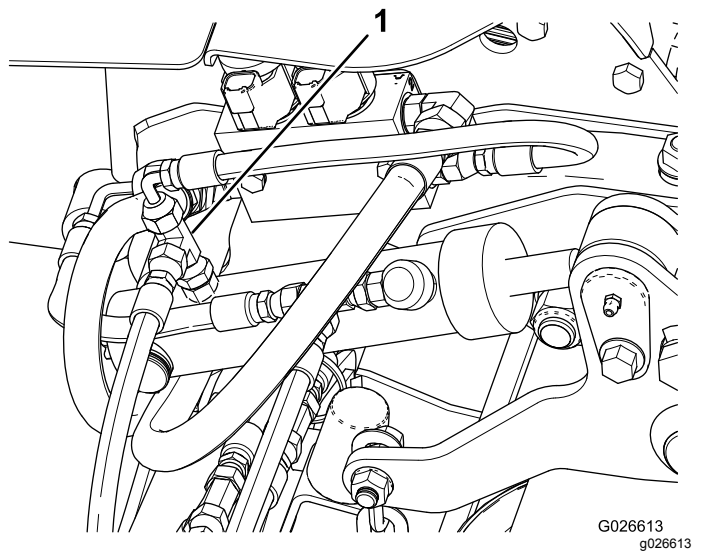

Figura 12
3. Instale el acoplamiento en T tal y como se muestra en la Figura 12.
4. Conecte la manguera existente a la parte superior del acoplamiento en T (Figura 12).